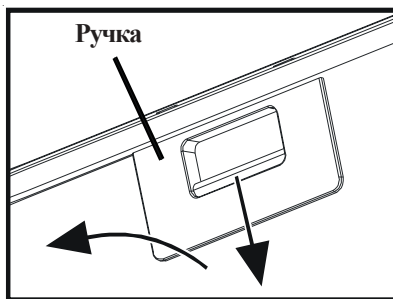

Рис. 5
- Потяните ручку фильтра вниз и выньте фильтр. Рис.5.